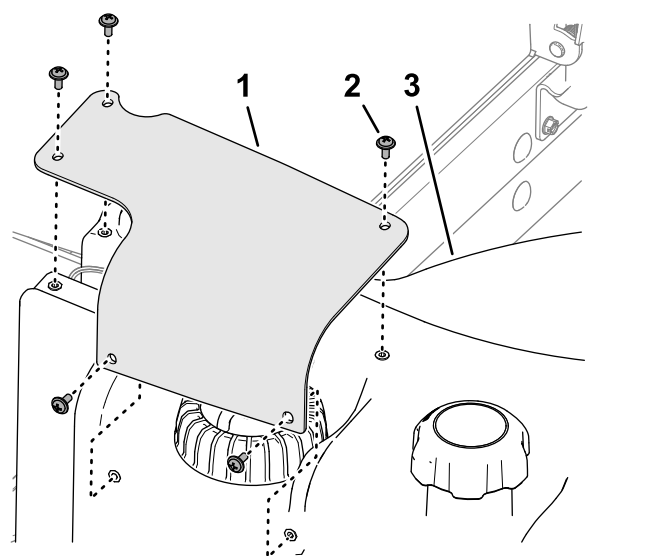

Рисунок 99
7. Совместите отверстия в кожухе датчика уровня топлива с отверстиями в топливном баке и прикрепите кожух к баку с помощью 5 винтов с крестообразным шлицем (Рисунок 99).